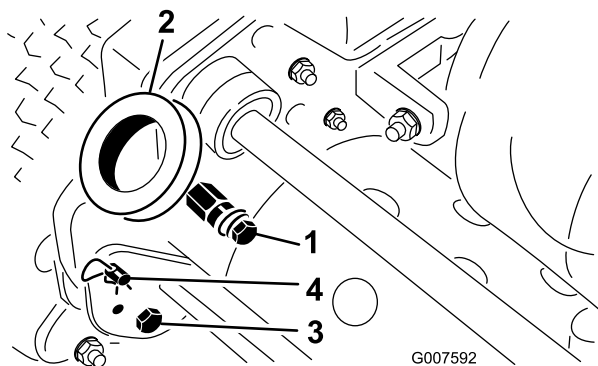

Bild 2
1. Nehmen Sie die Schrauben, Sicherungsmuttern und Scheiben ab, mit denen die Holmarme unten an jeder Seite der Maschine befestigt sind (Bild 2).
2. Nehmen Sie die Splints und Ringstifte ab, mit denen die Holmarme hinten am Rahmen befestigt sind (Bild 2).
3. Schieben Sie die Holmenden durch die Löcher in den Holarmen und fluchten Sie die Löcher mit den Befestigungsstiften aus (Bild 2).
1. Nehmen Sie an jeder Seite der Maschine die Splints von den Ringstiften ab (Bild 2).
2. Stützen Sie den Holm ab. Nehmen Sie die Ringstifte an jeder Seite ab. Heben Sie den Holm auf die gewünschte Bedienposition an oder senken ihn ab (Bild 2).